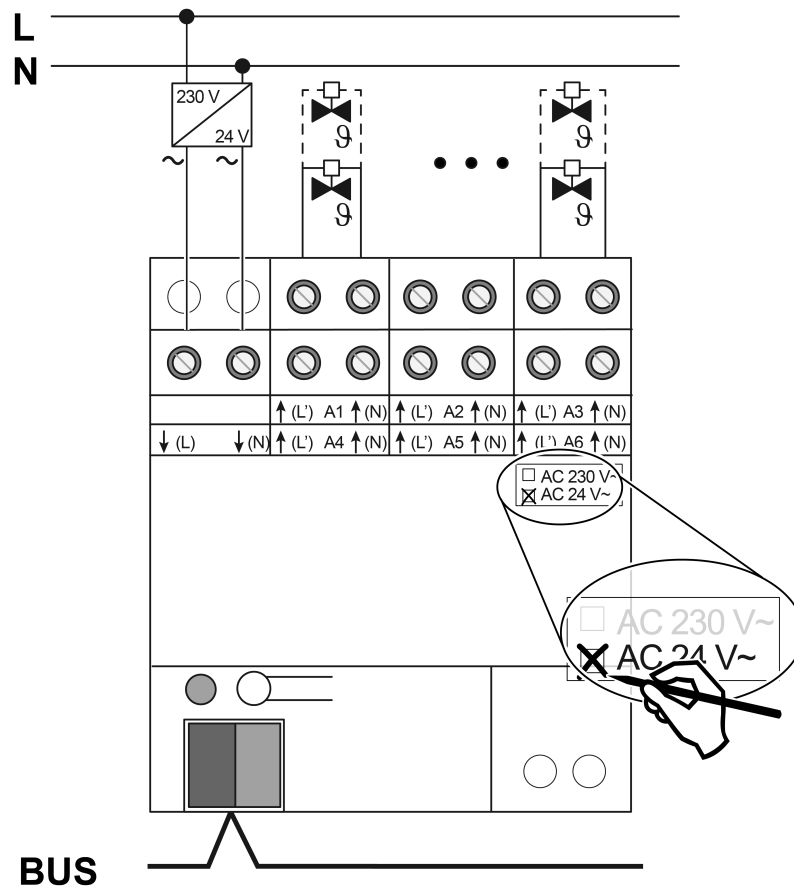

Figura 3: Collegamento sistemi di attuazione 24 V
- Collegare i sistemi di attuazione AC 24 V secondo lo schema elettrico degli allacciamenti (Vedi figura 3).
- Collegare l'alimentazione per gli attuatori sui morsetti ↓(L) e ↓(N) (1).